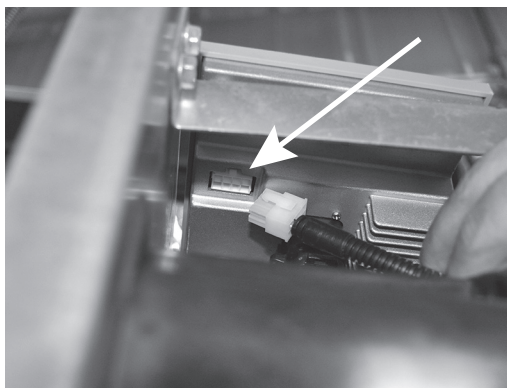

Figura 3-15. Arnés instalado en el controlador
19. Para los controladores Nexus o Sync, ubique el puerto en la parte de abajo del controlador. Puede estar cubierto por una etiqueta. En ese caso, retire la etiqueta adhesiva e instale el arnés. Figura 3-15.